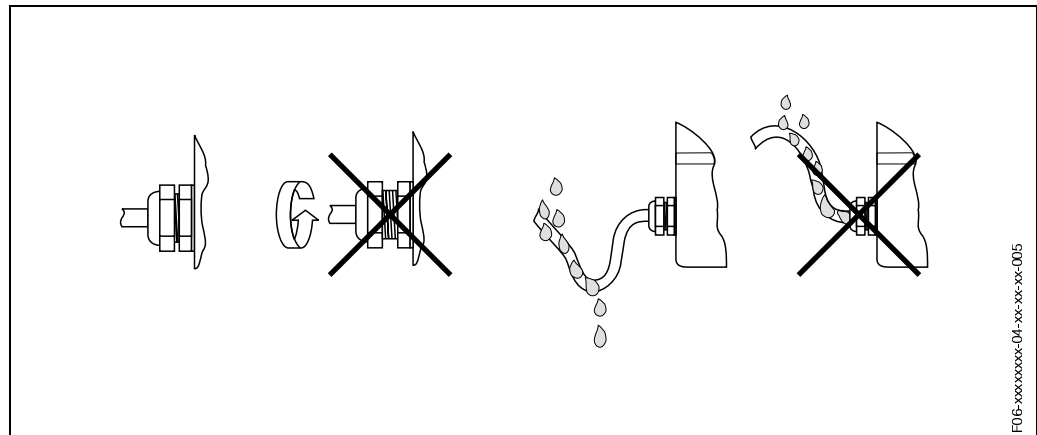

Fig. 39: Instrucciones de instalación, entradas de cable
- Deje todas las entradas de cable bien apretadas (Fig. 39)
- Los cables deben colgar hacia abajo antes de entrar en el prensaestopas de entrada de cables ("trampa de agua", Fig. 39). De esta forma se impide que la humedad pueda penetrar por la entrada de cables. Instale siempre el equipo de medida de forma que las entradas de cable no apunten hacia arriba.